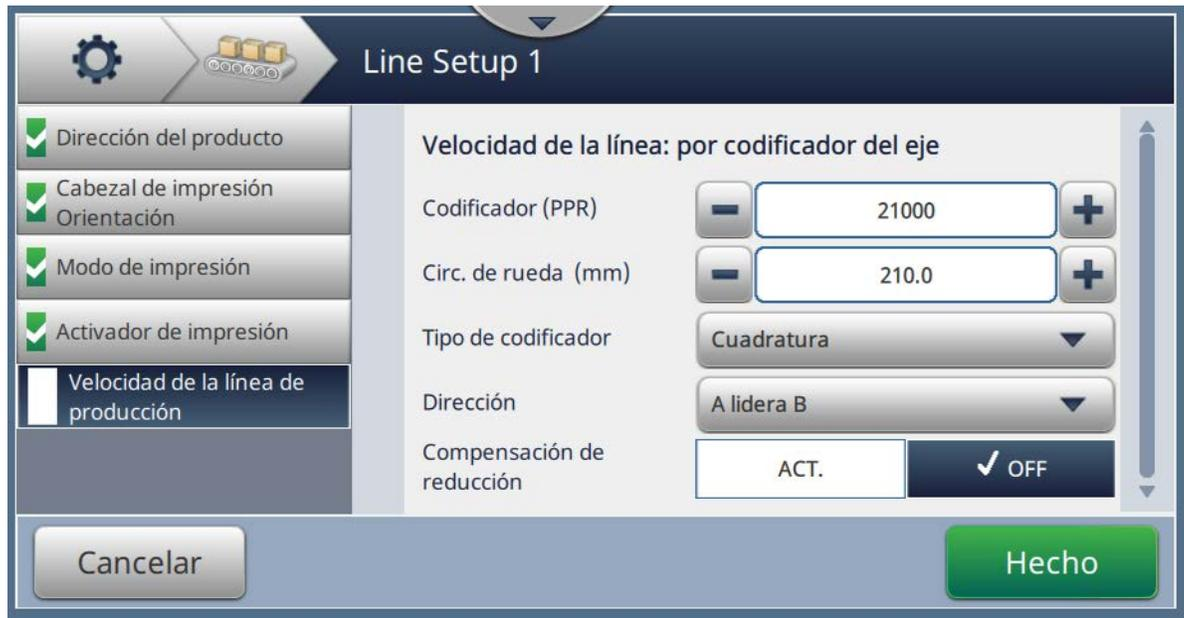

Figura 6-37: Velocidad de la línea: Medido por Codificador del eje
2. Cambie los parámetros deseados en la pantalla Configuración, como se muestra en la Figura 6-37.